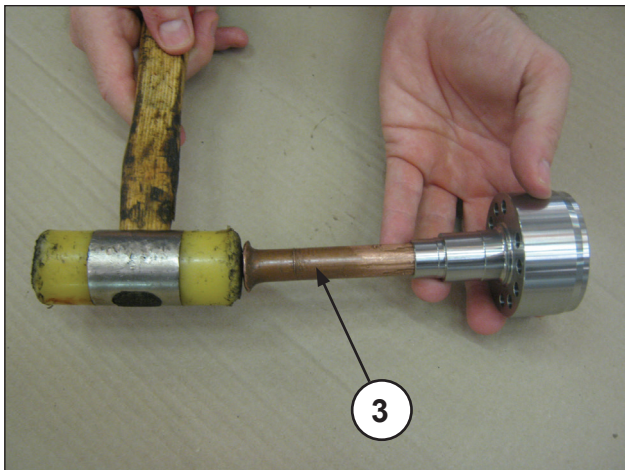
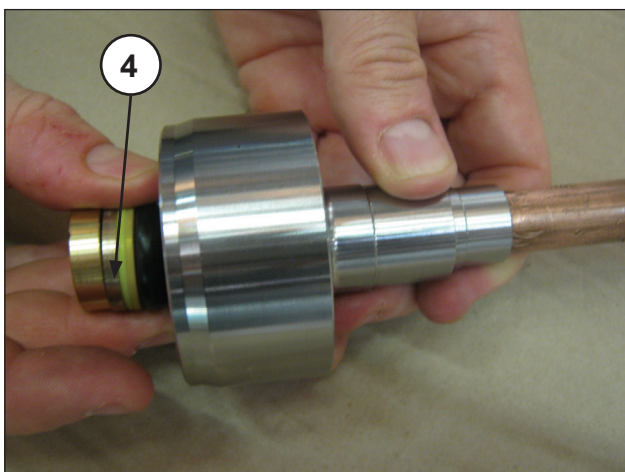
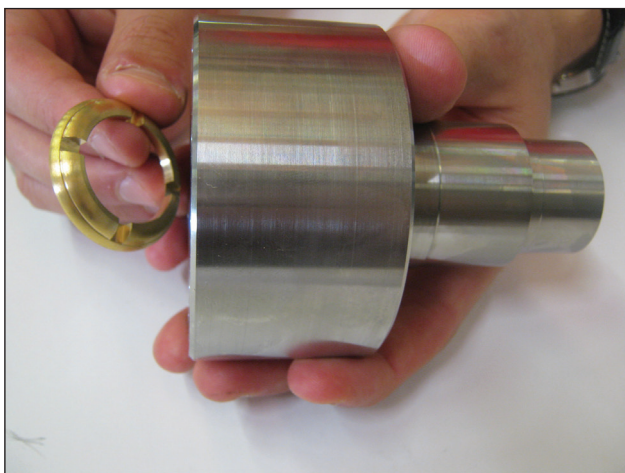

Fig. 116
Fig. 117
Fig. 118
- Con el soporte de las juntas HP desmontado y utilizando la clavija adecuada (pos. ③ Fig. 116) extraer el paquete H.P. (alta presión) (pos. ④ Fig. 117) y, por último, el anillo de cabecera (Fig. 118).
Sustituir el paquete HP (Fig. 117, pos. ④) cada vez que se realicen operaciones de desmontaje.